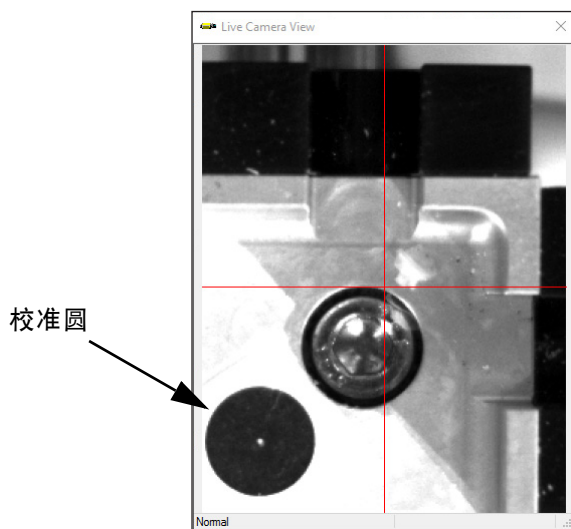

图 12: 校准圆
8. 使用点动控制选择圆形校准针位置 (X, Y, Z) ②。这是通过在校准圆的中心向下触摸探针来完成的。将针放在白点中心，如图 12 所示 (这是通过相机的白点的视图)。